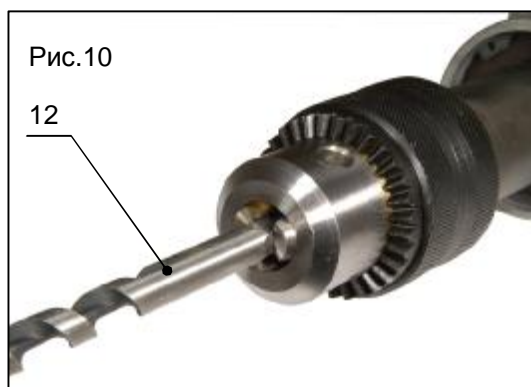

Рис.10
3. Вставьте сверло (поз.12, рис.10) или насадку в патрон и прочно закрепите его, держа переднюю часть патрона и, вращая заднюю часть, в направлении по часовой стрелке. После того, как сверло зажалось, необходимо подтянуть патрон с помощью специального ключа (поз.13, рис.11). Для затяжки вращайте ключ по часовой стрелке, для ослабления – против часовой стрелки.